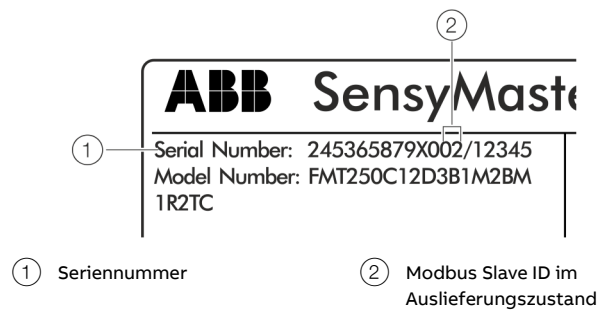

Abbildung 47: Modbus-Adresse auf dem Typenschild (Beispiel)
Im Auslieferungszustand entspricht die Modbus Slave ID den letzten beiden Stellen der Seriennummer des Gerätes (siehe Abbildung 47, Pos. ②).